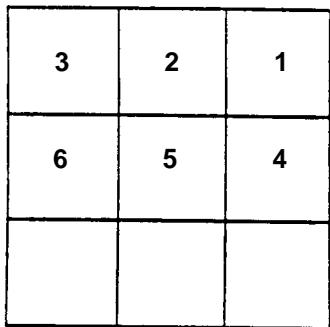

Figure 2
(See figure 2)
**Véase Fig. 2**
**Pour nettoyer une surface recouverte de tapis, procéder comme suit: (Voir fig. 2)**